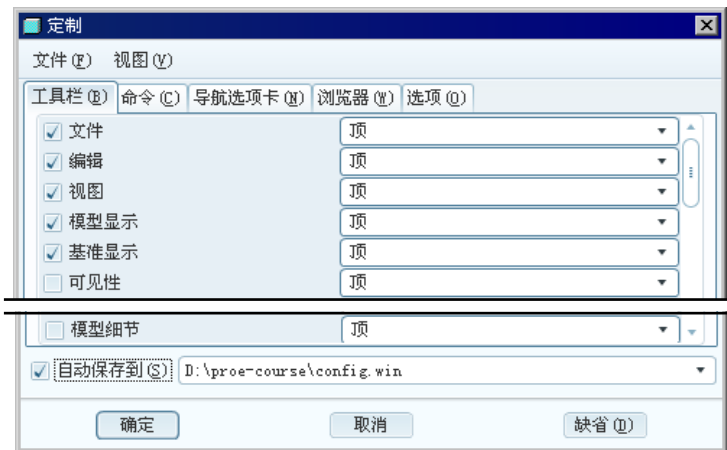

图 3.5.14 “定制”对话框
Step1. 进入定制工作对话框。选择下拉菜单区的 **工具(T)** → **定制屏幕(C)...** 命令，即可进入屏幕“定制”对话框，如图 3.5.14 所示。
Step2. 定制工具栏布局。在图 3.5.14 所示的“定制”对话框中单击 **工具栏(T)** 选项卡，即可打开工具栏定制选项卡。通过此选项卡可改变工具栏的布局，将各类工具栏按钮放在屏幕的顶部、左侧或右侧。
下面以图 3.5.14 中的 ☐ 文件 选项（这是控制文件类工具按钮的选项）为例，说明定制过程。